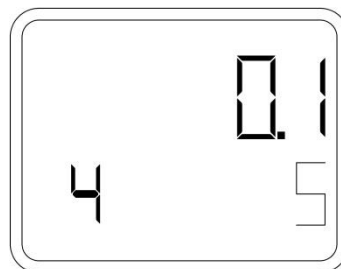

**Рисунок 9** – Установка верхнего предела измерения при подаче опорного давления
- При помощи кнопок «↑» и «↓» установить верхнее значение на 20 мА (рисунок 9).